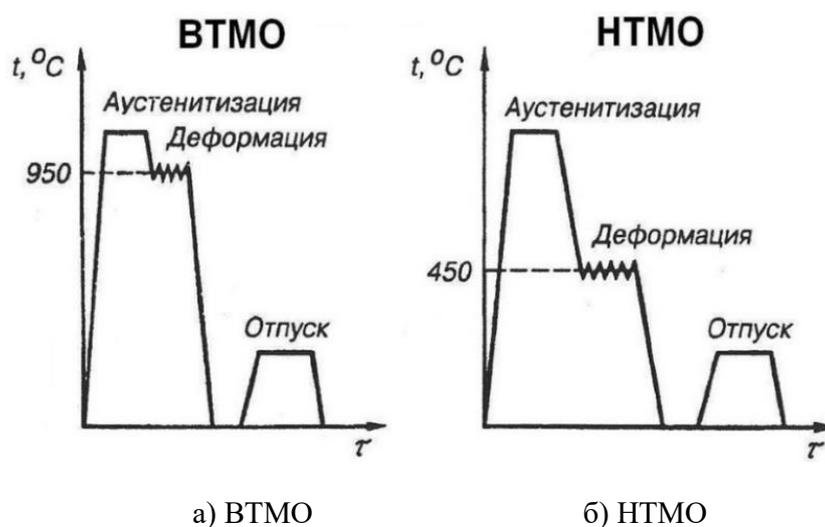

Рисунок 7 - Схема термомеханической обработки стали
Термомеханическая обработка (ТМО) заключается в сочетании пластической деформации стали в аустенитном состоянии с закалкой. После закалки проводят низкотемпературный отпуск (рисунок 7).
- *высокотемпературную* термомеханическую обработку (ВТМО), при которой деформируют сталь, нагретую до однофазного аустенитного состояния (выше линии GS на диаграмме железо-цементит). Степень деформации составляет 20-30 %. После деформации следует немедленная закалка (рис. 7а);
- *низкотемпературную* термомеханическую обработку (НТМО), при которой сталь деформируют в области устойчивости переохлажденного аустенита (400-600⁰С). Степень деформации составляет 75--95 %. Сразу после деформации проводят закалку (рис. 7б). В обоих случаях после закалки следует низкотемпературный отпуск (100-300⁰С).